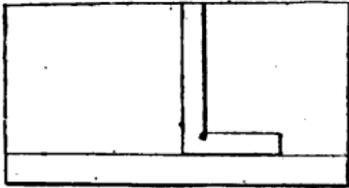

Fig. 192.
**ÉQUERRE SIMPLE.** — L'équerre simple (fig. 192) doit être en acier fondu et être forgée avec soin, en y laissant un congé à l'angle intérieur ; pour l'ajuster, dresser les faces et les mettre de longueur ; assembler par paquet, soit de six, huit ou dix, les souder à l'étain en bout en y laissant une certaine épaisseur d'étain ou une petite plaque en cuivre. Ajuster l'extérieur au trait et l'intérieur ensuite, dresser l'extérieur bien d'équerre dans tous les sens et avec le plus de précision possible ; pour cela, se servir soit d'une feuille